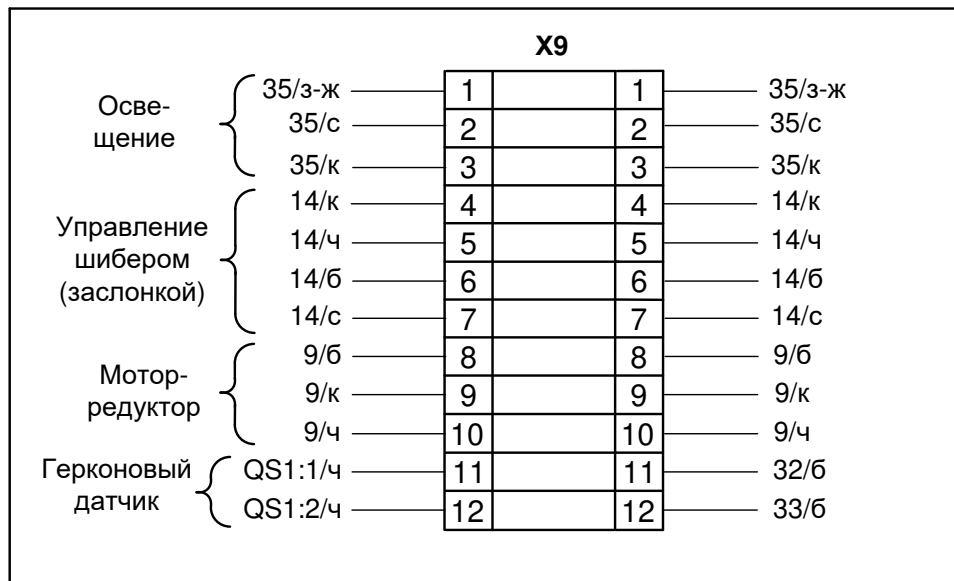

Рис. 3. Схема подключения в клеммной коробке
- Подключить провода освещения 35/к, 35/с и 35/з-ж к клеммным зажимам согласно рис. 3, предварительно пропустить гофр с проводами через гермоввод;
- Подключить провода управления шибером 14/к, 14/ч, 14/б и 14/с к клеммным зажимам согласно рис. 3, предварительно пропустить гофр с проводами через гермоввод;
- Подключить провода управления шибером 9/б, 9/к и 9/ч к клеммным зажимам согласно рис. 3, предварительно пропустить гофр с проводами через гермоввод;
- Подключить провода управления шибером OS1:1/ч и OS1:2/ч к клеммным зажимам согласно рис. 3, предварительно пропустить гофр с проводами через гермоввод;